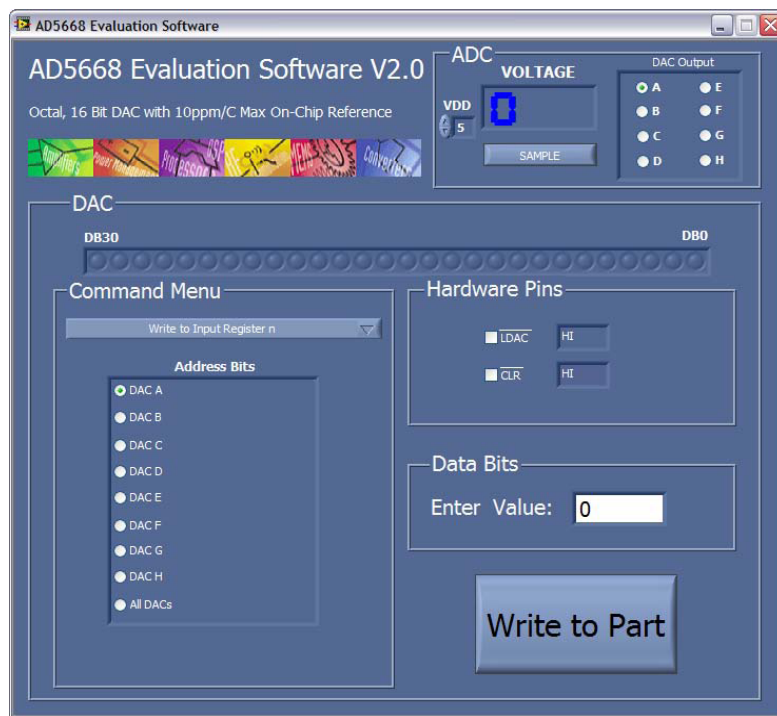

図 5.AD5668 評価用ボード・メイン・ウインドウ
4. AD5668 評価ソフトウェアのメイン・ウインドウが表示されます(図5参照)。
AD5668 メイン・ウインドウが図 5 のように表示されます。32 ビット入力シフトレジスタに設定されたデータが表示されます。各領域の下の該当するボタンをクリックすると、コマンド・ビット、アドレス・ビット、データ・ビットを選択することができます。